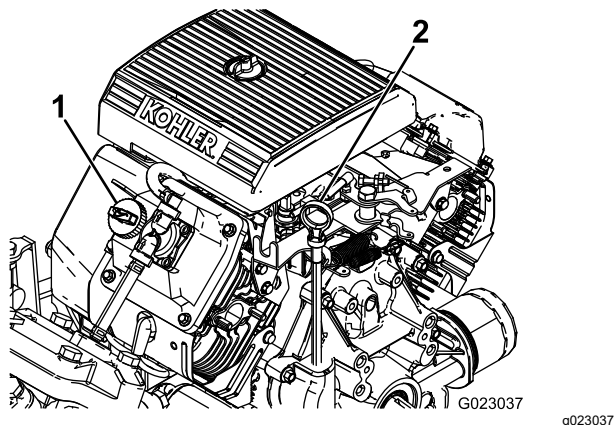

图 10
2. 取出量油尺用干净的抹布擦拭图 10。
4. 如果机油油位较低请从气门室盖图 10 上拆下加油颈盖从开口处注入机油直至油位达到量油尺上的“已满”标记请参阅 了解适合的机油类型和粘度。 维护机油 \(页码 42\)